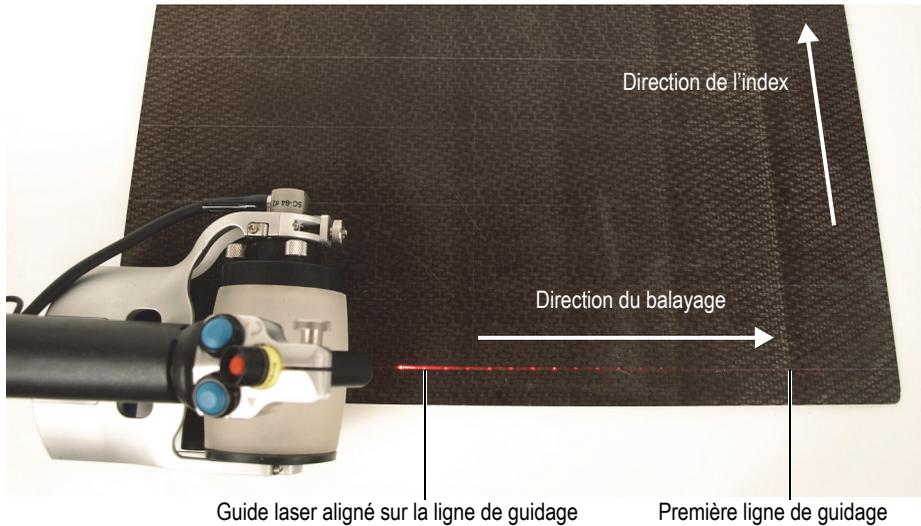

Figure 5-4 Positionnement du scanner sur la première ligne de guidage
5. Positionnez le scanner pour qu'il soit aligné avec la première ligne de guidage, c'est-à-dire sur le bord de la zone à inspecter (Figure 5-4 à la page 75).